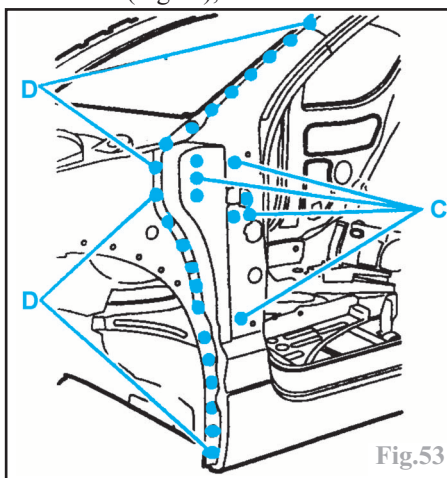

Fig.53
- par points bouchons au MIG (suivant C) et meuler (Fig.53),